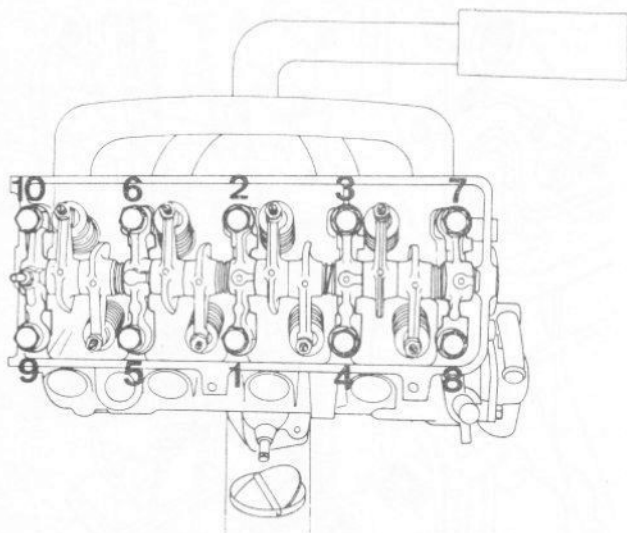

Fig. 1.9 Ordre de serrage/desserrage des boulons de culasse (Sec 6)
- 25 Desserrer progressivement les boulons de culasse dans l'ordre illustré à la Fig. 1.9 et récupérer les écrous des profilés dans le carter.
45 Installer les boulons de culasse (huiler les filetages et les têtes) et les serrer en deux passes aux couples spécifiés et dans l'ordre indiqué à la Fig. 1.9 (photo). Noter les rondelles sous les têtes des boulons des moteurs XY7 et XY8.